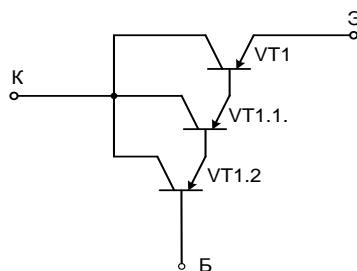

Рис.9.5.
*Сопротивление  $r_{э}$  обратно пропорционально току покоя  $I_{эп}$ , поэтому, для увеличения входного сопротивления целесообразно использовать ДУ в режиме малых токов — в микрорежиме.* Кроме того, целесообразно использовать транзисторы с высоким « $\beta$ » (например, составные транзисторы, рис.9.5).